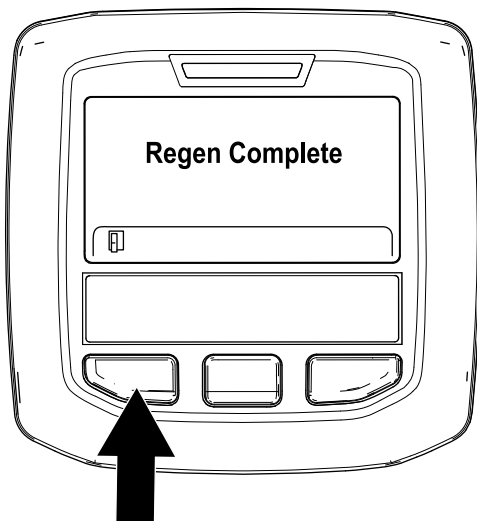

図 58
9. 駐車再生が終了すると、インフォセンターに Regen Complete と表示される。左ボタンを押してホーム画面に戻る 図 58。